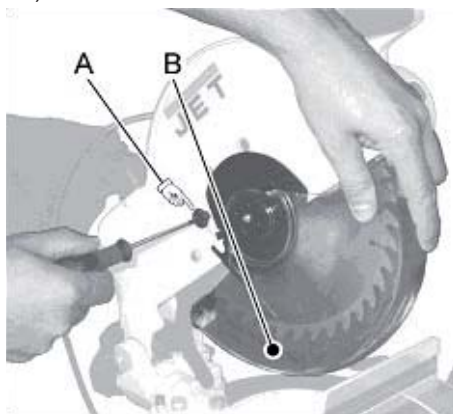
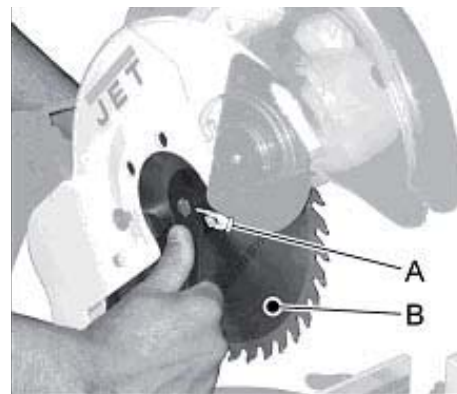

Рис. 4
Рис. 5
- Снимите защитный кожух диска пилы, для чего освободите оба винта (А, Рис. 4) на стороне защитного кожуха и отведите защитный кожух вверх (Рис. 5).
- Разблокируйте вал пилы с помощью клавишного блокировочного выключателя вала пилы (А, Рис. 5) и освободите прижимной винт пильного диска (А, Рис. 4), применяя для этого гаечный ключ.